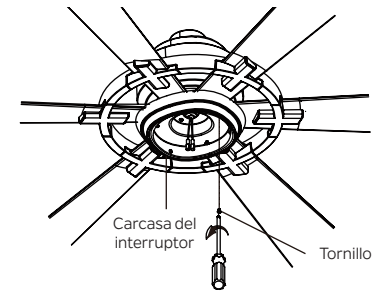

Figura 21
**Paso 1.** Quite uno de los tres tornillos de la carcasa del interruptor y guárdelo para uso posterior, afloje los otros dos (no los quite). (Figura 21)